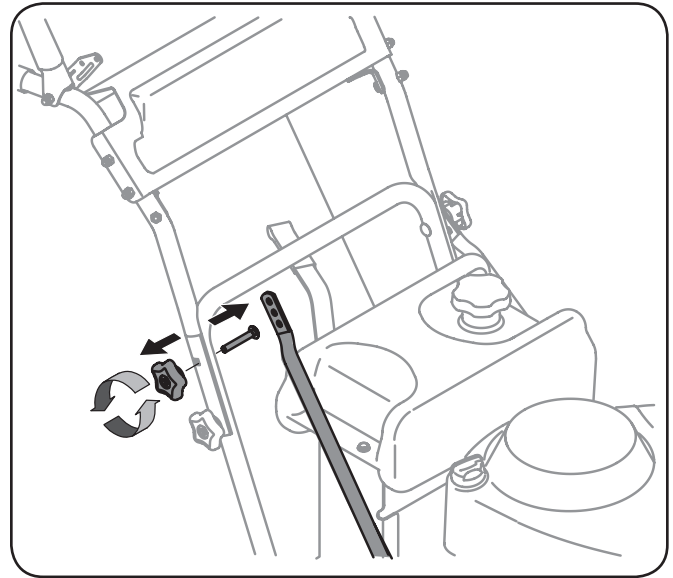

Figure 6-7
1. Retirez le bouton en forme d'étoile et le boulon de carrosserie des deux côtés de la poignée. Voir Figure 6-7.